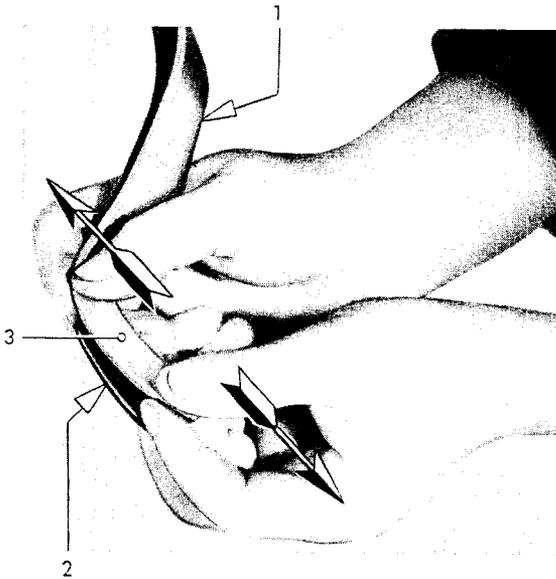
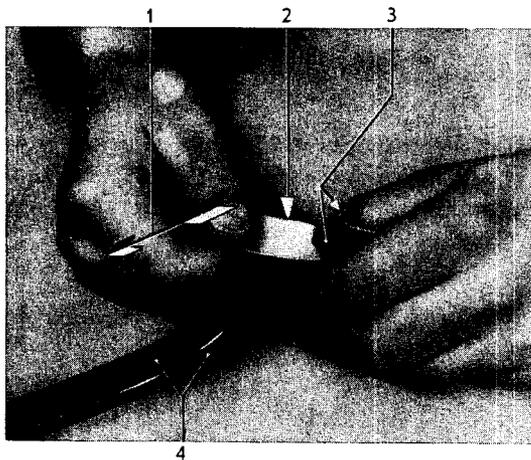

Bild 54 - Türdichtung zum Lösen der Schutzfolie an einem Ende stark dehnen
Bild 55 - Schutzfolie, am Dichtungsende beginnend, abziehen
4. Für ein leichtes Lösen der Schutzfolie von der Türdichtung empfiehlt es sich, die Dichtung an einem Ende stark zu dehnen (Bild 54). Anschließend Schutzfolie von der Dichtung abziehen (Bild 55). Etwa auf der Dichtung zurückbleibende **Reste der Schutzfolie müssen unbedingt entfernt werden**, da sonst die Dichtung beim Aufkleben an diesen Stellen nicht haftet.